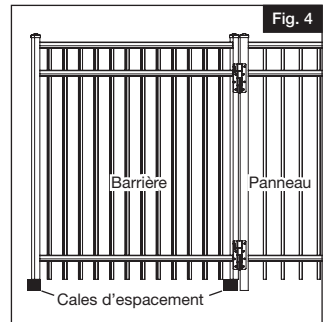

Fig. 4
- c.) Placer la barrière sur les cales d'espacement en maintenant de niveau/d'aplomb par rapport au poteau de la barrière (Fig. 4).